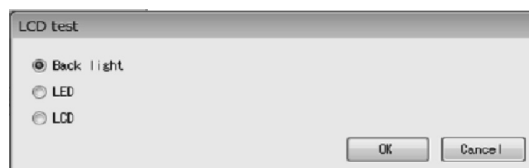

図115
- ① メニューの「Diag/Service(T)」をクリックし、「Test/Status」のドロップダウンリストの中から、「Self Diag」を選び、さらにその下の「LCD test」を再度クリックします。
- ② 次のウィンドウ(図115)が表示されます。ここではLCDテストを行います。